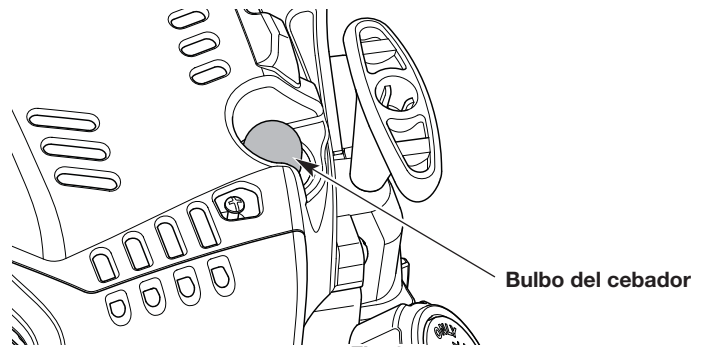

Fig. 9
3. Presione y luego suelte el bulbo del cebador lentamente **10 veces** (Fig. 9). Si no puede ver combustible en el bulbo del cebador, oprima y suelte el bulbo del cebador hasta que se vea combustible.
1. Controle el nivel de aceite. Consulte *Control del nivel de aceite* (Fig. 9). Si no puede ver combustible en el bulbo del cebador, oprima y suelte el bulbo del cebador hasta que se vea combustible.